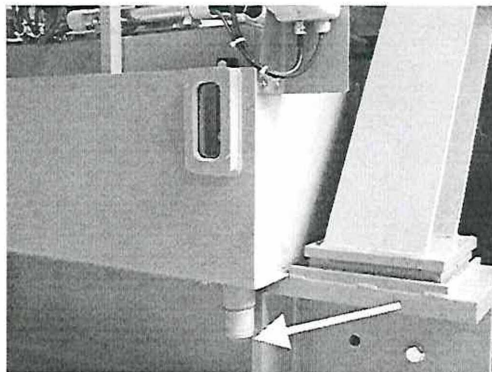

Рис. 33: Сливная пробка
- поставьте приемную ванну достаточного объема под сливную пробку маслобака гидроагрегата (Рис. 33)